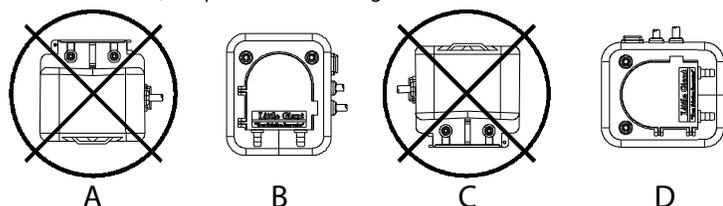
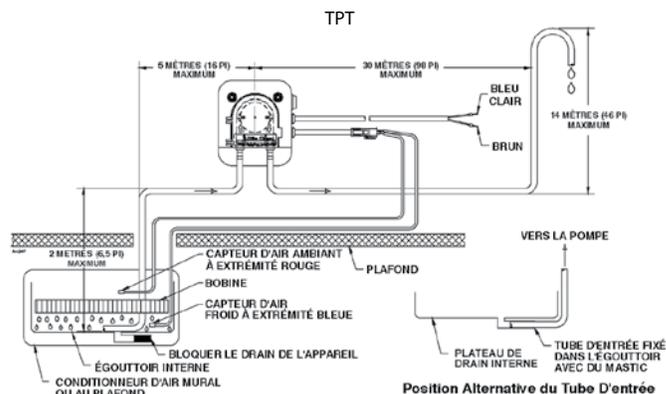

FIGURE 1
FIGURE 2
La pompe peut également être placée sur n'importe quel côté, sauf avec le rotor vers le bas (Fig. 1. C) ou vers le haut (Fig. 1. A). Raccorder la tuyauterie de 6 mm (1/4 po) (non fournie) à l'admission de la pompe indiquée par la flèche pointant vers le haut sur le couvercle transparent. Placer l'autre extrémité du tube d'admission dans le boyau de l'égouttoir et rendre hermétique au besoin ou placer le tube d'admission dans l'égouttoir, (tel qu'illustré à la figure 2). Éviter de tordre, plier ou écraser la tuyauterie. Relier un tube de 6 mm (1/4 po) (non fourni) de l'orifice de purge de la pompe vers un drain par gravité. Consulter la figure 2 pour obtenir les capacités maximales de tuyau d'évacuation verticale et horizontale.
**Séries TPT** (signal de température) POUR ASSURER UN FONCTIONNEMENT ADÉQUAT DE LA POMPE, BIEN VOULOIR SUIVRE CES INSTRUCTIONS : Connecter le fil brun à la phase principale (ligne) et le fil bleu à la phase neutre (commun) (Voir la figure 2). S'assurer que l'alimentation est coupée lors de la connexion du capteur de température à la pompe. Connecter le câble du capteur à la pompe en branchant la fiche à quatre (4) broches au câble correspondant sur la pompe. Deux fils de raccord présentent des capteurs à leurs extrémités, soit une extrémité bleue et l'autre rouge. Fixer le fil avec le capteur bleu du côté " froid " ou " sortie d'air " du serpentin d'évaporation et le capteur rouge du côté " chaud " ou " entrée d'air " du serpentin d'évaporation. (Voir la figure 2)